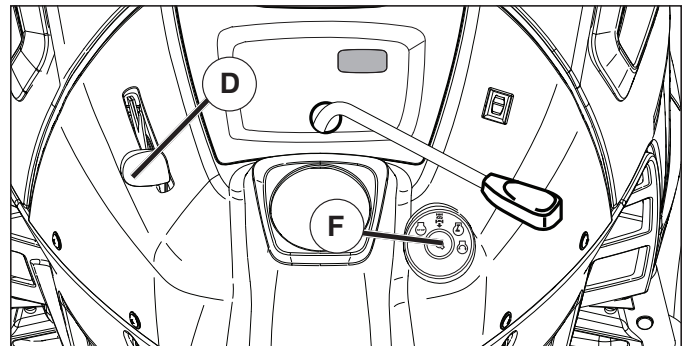

Fig. 18
PARA USAR EL CONTROL DE LA ACELERACIÓN (D) (Vea Fig. 18)